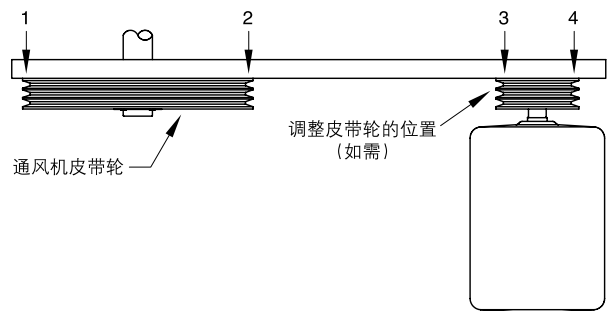

图18 - 皮带轮线性检查
- 作为最终检查，在皮带轮和皮带轮之间放置直尺，应有四个接触点 (见图18)。必要时调整电动机皮带轮的位置，直到达到四点接触。